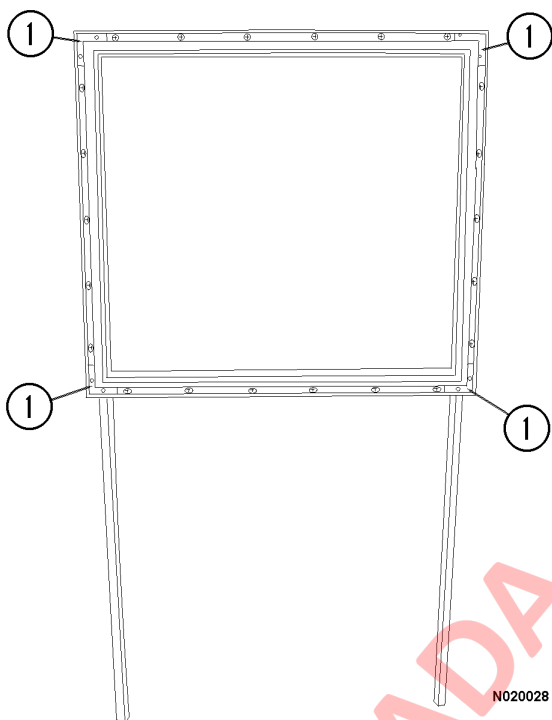

FIGURA 2-13.
13. Antes de instalar un vidrio nuevo, inspeccione el marco de la ventana. En cada esquina hay un soporte en "L" (1, Figura 2-13) con dos tornillos que sostienen las esquinas del marco. Inspeccione los tornillos para asegurarse de que estén apretados. Asegúrese también de que el inserto de fieltro y goma (2, Figura 2-10) en los canales de la ventana esté en buen estado. Reemplácelo si es necesario.